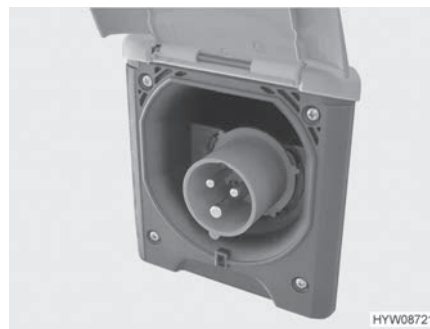

Bild 107 230 V-anslutning på fordonet (CEE-uttag)
- Öppna höljet på 230 V-anslutningen i fordonet (Bild 107) och stick in stickkopplingen. Kontrollera så att låsklacken i den fjäderspända klapplocket är ikopplad.